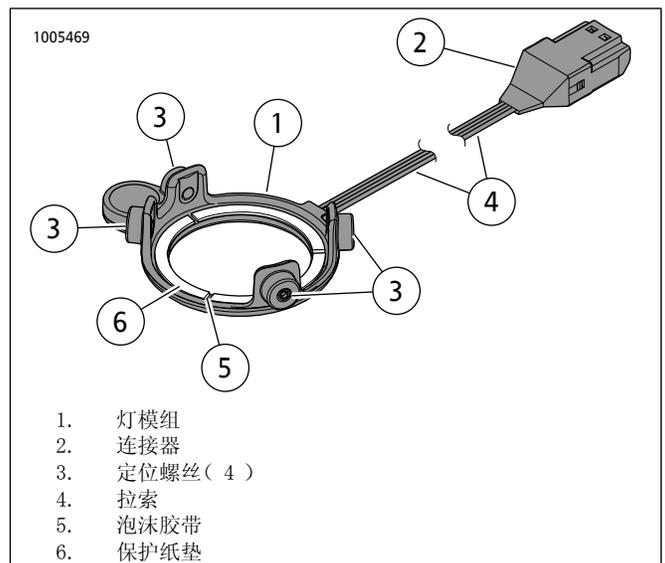

图1。圆形Stage I扬声器LED灯
3. 参见图1。从灯模组( 1 )背面的泡沫胶带( 5 )去掉保护纸垫( 6 )。